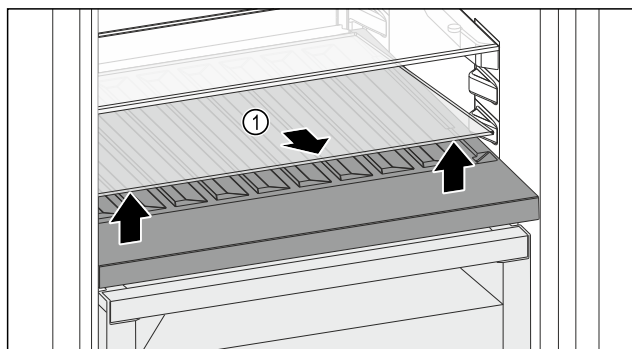

Fig. 147
- Glasplatte Fig. 147 (1) an der Aussparung vorne anheben und herausnehmen.
- Glasplatte Fig. 147 (1) außerhalb des Geräts sicher aufbewahren.
- Glasplatte (2) unter der variablen Flaschenablage einlegen.